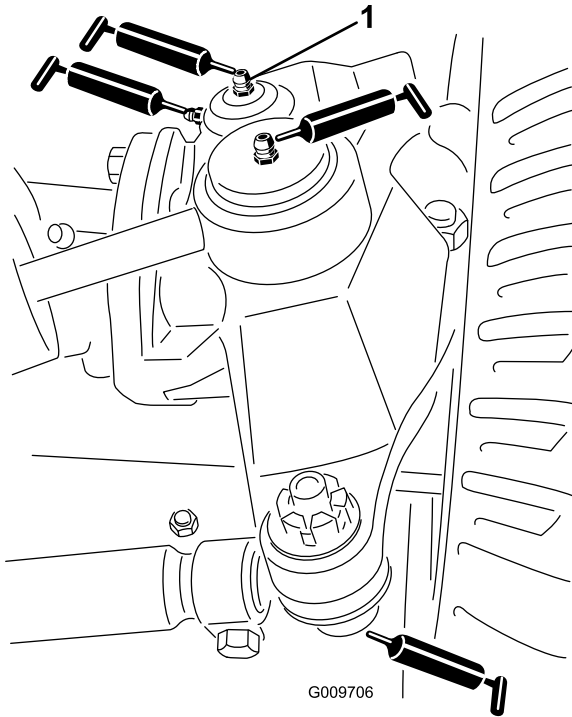

图 83
- 转向油缸球窝接头 (2) 图 83
- 横拉杆球窝接头 (2) (图 83)
- 主销轴套 (2) (图 83)。主销顶部接头应每年润滑一次 2 个泵。